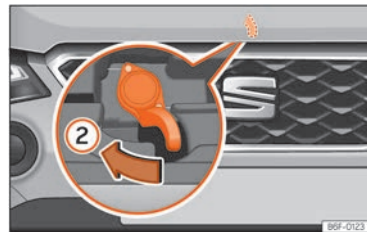

Abb. 178 Hebel unter der Motorraumklappe.
- Um die Frontklappe zu öffnen, drücken Sie den unterhalb der Frontklappe mittig vorgesehenen Hebel mit der Hand nach links >>> **[Abb. 178]** ②. Die Fanghaken werden entriegelt.